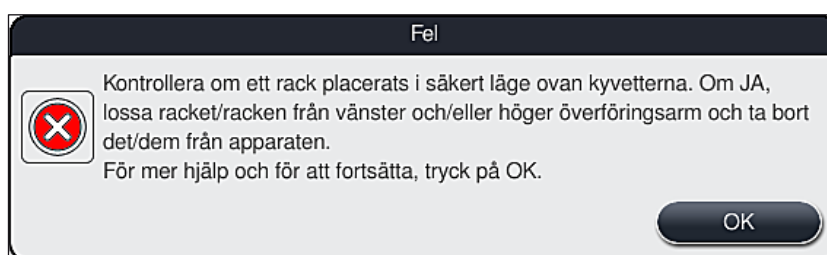
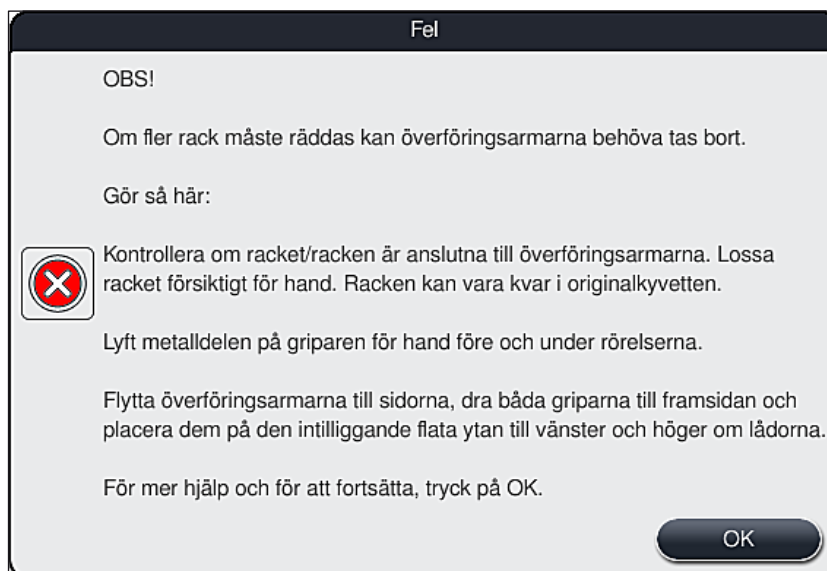

Bild 106
Bild 107
2. Därefter uppmanas användaren att kontrollera (→ "Bild 106") om instrumentet har placerat ett eller två rack i en säker position mellan två reagenskyvetter (→ "Bild 102").
3. Efter det att användaren har tryckt på knappen **OK** (→ "Bild 106") visas ett annat informationsmeddelande (→ "Bild 107") som informerar om hur respektive rack ska avlägsnas på ett korrekt sätt.